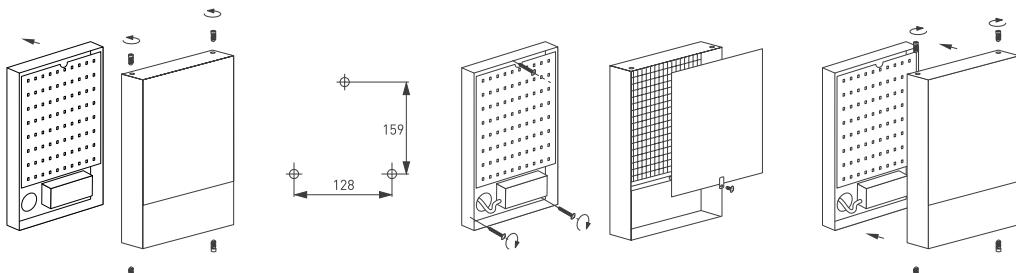

Рис. 3. Установка и подключение светильника
- 3.3. Разместите и просверлите 3 отверстия (см. рис. 3), установите в отверстия пластиковые дюбели из комплекта поставки.